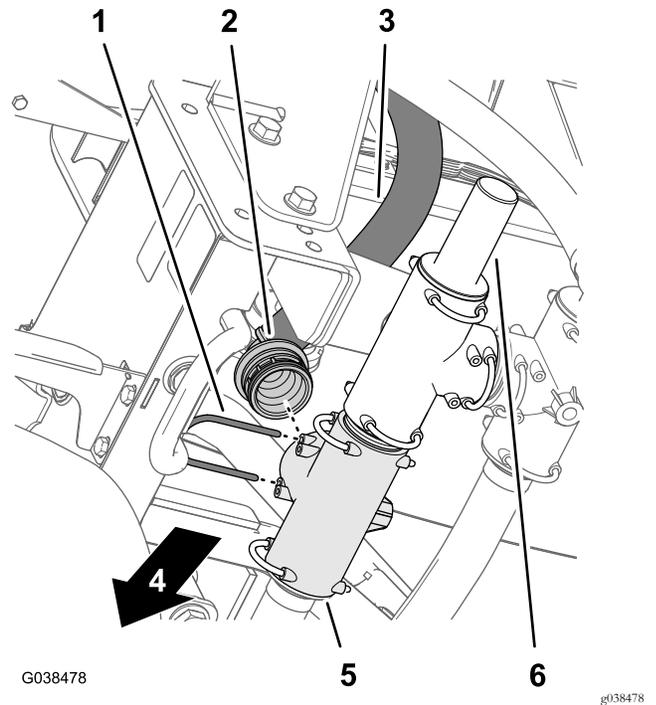

図 75
4. 散布用給液ホースのバーブ付き90°フィッティングを、左前のT字フィッティングに組み付ける 図 75。